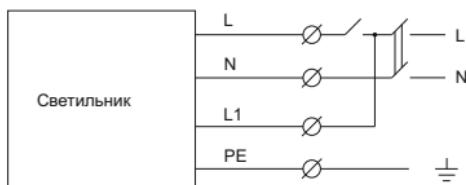

Рисунок 3
4.3.3 Подключение светодиодной панели к сети производить сетевым кабелем, выведенным из корпуса светильника, согласно маркировке проводников (рисунок 3): L – коммутируемая фаза; N – нейтраль; PE – заземление; L1 – некоммутируемая фаза.